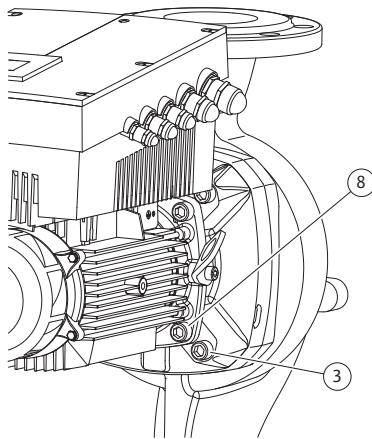

Fig. 46: Fijación opcional del componente integrado
11. Aflojar los tornillos (Fig. 7, Pos. 3) y retirarlos. Según los tipos de bombas, se deben tomar los tornillos externos (Fig. 46, Pos. 3). El componente integrado (ver Fig. 13) permanece seguro en la carcasa de la bomba después de retirar los tornillos, incluso en posición horizontal del eje del motor no hay peligro alguno de que se vuelque.
16. Según el tipo de bomba, afloje los tornillos (Fig. 7, Pos. 10) o alternativamente los tornillos (Fig. 46, Pos. 8).
22. Deslice con cuidado la linterna sobre el eje, y colóquela en la posición anterior o en otra posición en el ángulo deseado respecto a la brida del motor. Tome en cuenta aquí las posiciones de montaje permitidas de los componentes (ver capítulo 7.1 "Tipos de montaje permitidos y modificación del orden de los componentes antes de la instalación" en la página 153). Fije la linterna con los tornillos (Fig. 6, Pos. 10) **o bien** – en los tipos de bombas/linternas según (Fig. 46) – con los tornillos (Fig. 46, Pos. 8) en la brida del motor.